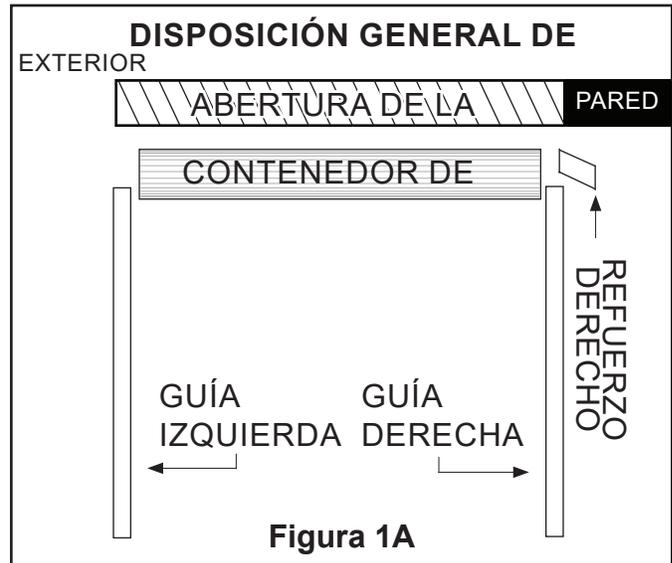

Figura 1A
**3.3** Ahora coloque cada refuerzo con la guía correcta. Cada refuerzo está etiquetado como izquierdo o derecho (véase la Figura 1A).